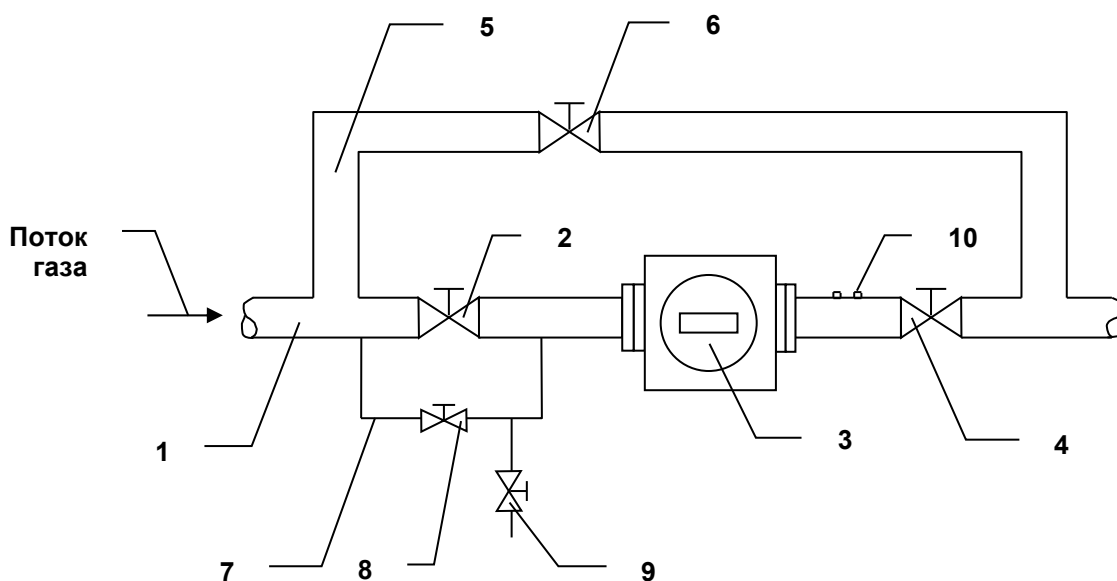

Рис. 8. Установка счетчика с перепускным каналом
3.16.6. Для трубопроводов с давлением свыше 16 атм схема установки счетчика приведена на рис. 8. Перепускной канал 7 позволяет избежать резких перепадов давления на счетчике при открытии вентилей трубопровода. Диаметр канала должен быть от 20 до 25 мм. Вентили 8 и 9 позволяют плавно повышать давление при пуске счетчика.
6.6. Пуск счетчика с перепускным каналом (см. рис. 8)